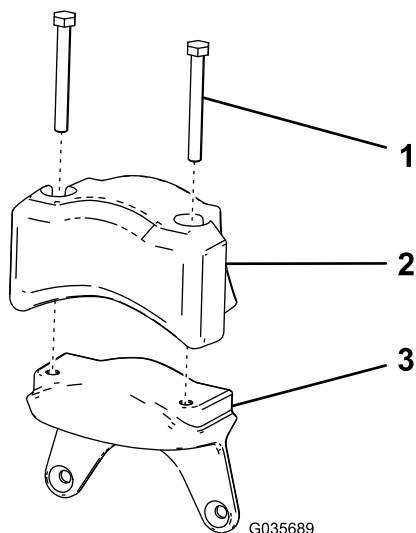

Рисунок 8
1. Установите противовес электродвигателя и 2 колпачковых винта (5/16 x 2¾ дюйма), снятых при выполнении действий, описанных в разделе Снятие противовеса электродвигателя \(страница 3\), на новый груз (Рисунок 8).